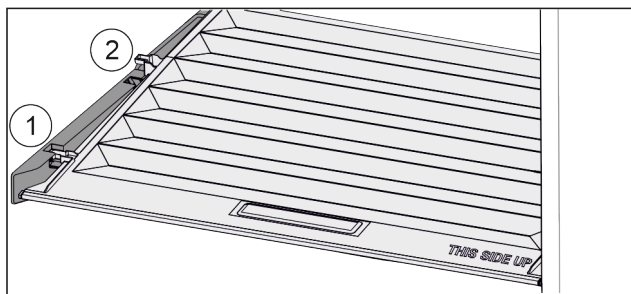

Fig. 43
- ▶ Подвиньте крышку до отворота поддерживающих деталей вперед Fig. 43 (1).
- ▶ Поднять сзади снизу и извлечь Fig. 43 (2) движением вверх.